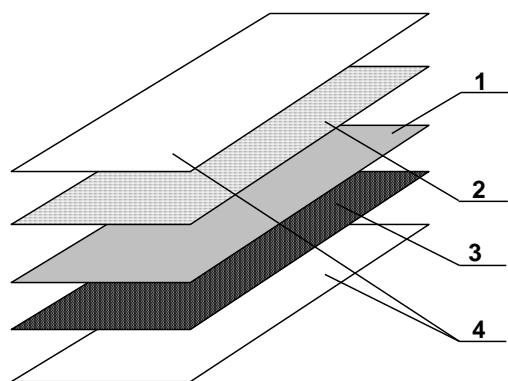

Рис. 6
3.3 НППС состоит из следующих элементов (см. рис. 6,7):